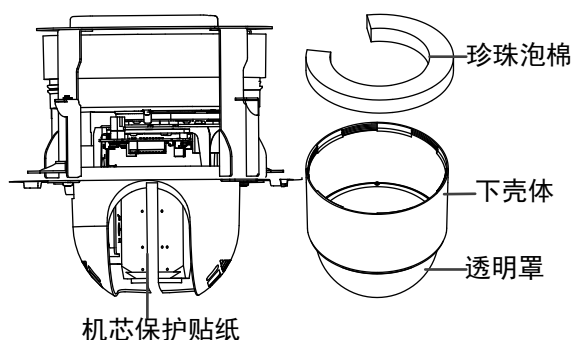

图2-2 智能球的拆封
- 逆时针旋转智能球透明罩，取下透明罩及下壳体，如图 2-2 所示。